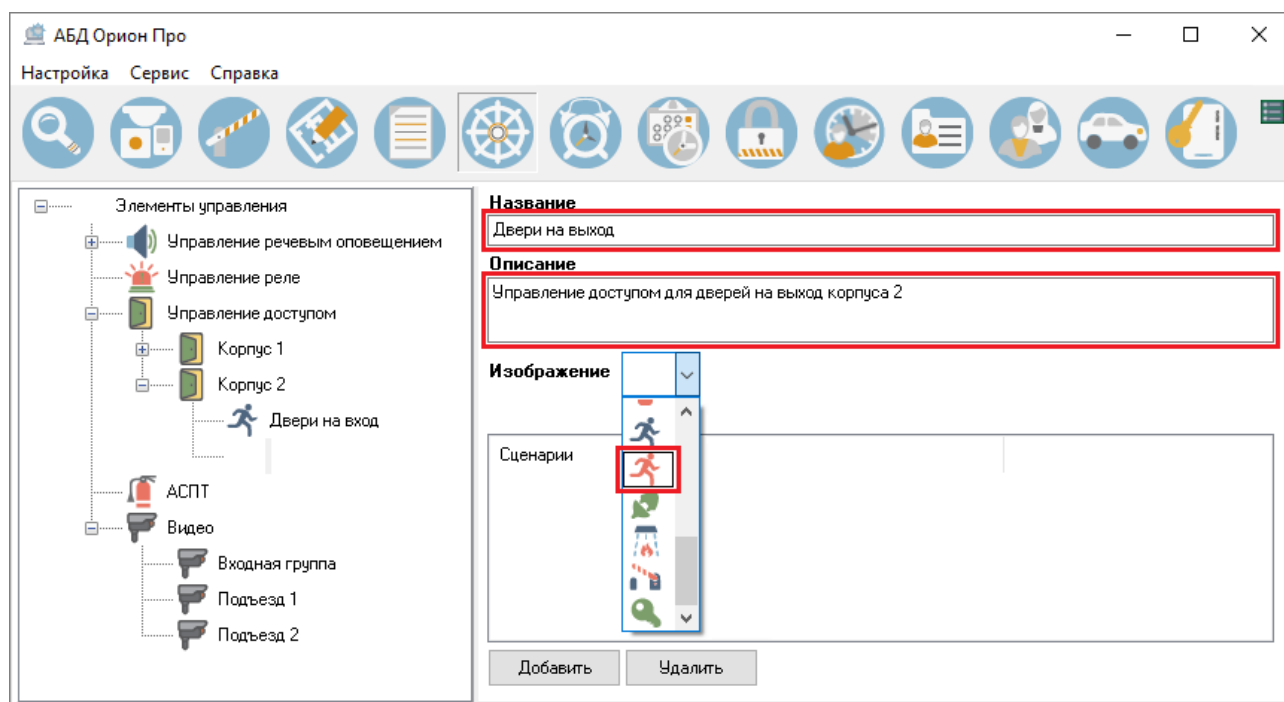

Рисунок 6-681 Определение свойств элемента управления
- 2) введите значения свойств нового элемента управления (см. Рисунок 6-681) в области свойств элемента управления (см. п. 6.3.6.1.2);